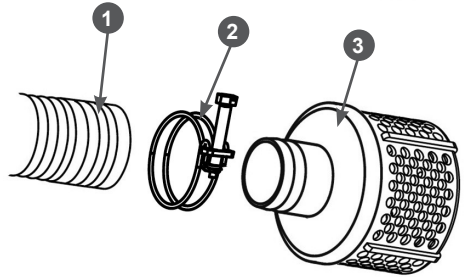

Рис. 14. Установка всасывающего фильтра
5. Наденьте до упора всасывающий рукав 1 на патрубок 3 всасывающего фильтра и зафиксируйте его хомутом 2 (Рис. 14).